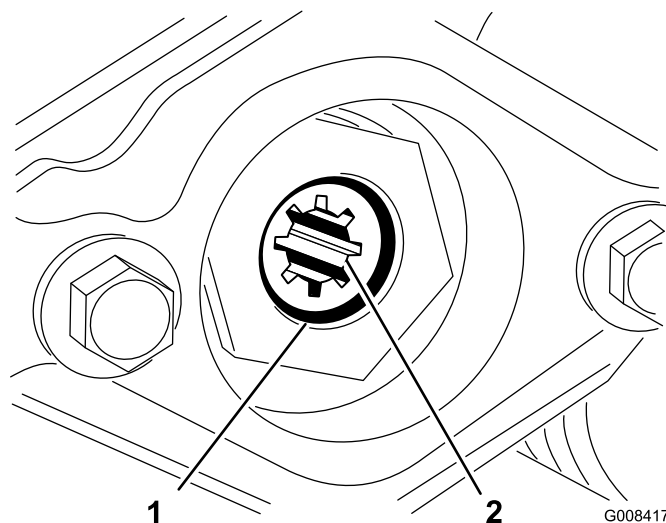

Figura 9
3. Parafuso de cabeça allen (2)
4. Retire o anel de retenção que prende o acoplador da transmissão no tubo do cilindro (Figura 9). Retire o acoplador de transmissão.
5. Aplique massa lubrificante no diâmetro interior do acoplador de transmissão. Instale o acoplador de transmissão na extremidade esquerda do tubo do cilindro da unidade de corte com um anel de retenção (Figura 9).